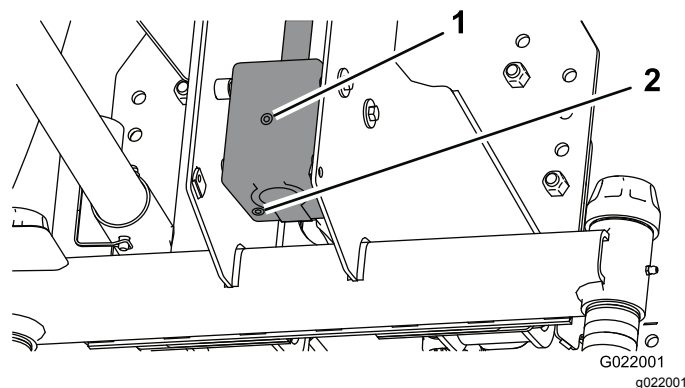

Figura 24
4. Retire el tapón de verificación/llenado del lateral de la caja de engranajes (Figura 24).